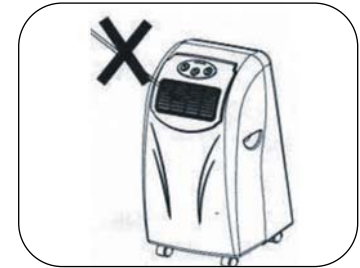

FIG.2
- No coloque objetos sobre la unidad ni restrinja la entrada/salida de aire (FIG. 2)